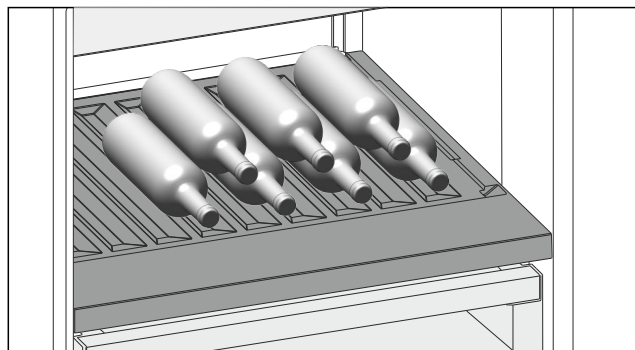

Fig. 173 Beispielhafte Darstellung
- ▶ Flaschen mit dem Boden nach hinten zur Rückwand einlegen. (siehe Fig. 173)